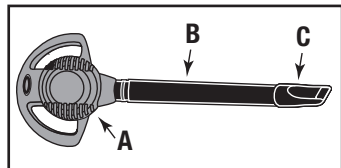

FIGURE 13
26. Insérez le tube-rallonge (B) de 2-1/2 po (63,5 mm) dans l'orifice de sortie du souffleur (A). Enfoncez fermement le tube-rallonge en position en imprimant une légère rotation. Fixez maintenant l'accessoire voulu (C). **FIGURE 13.**